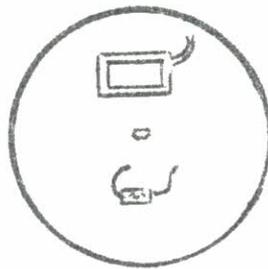

Fig. 7
- e) Sobre o disco, fixar todo o sistema elétrico e o suporte (Fig. 7)